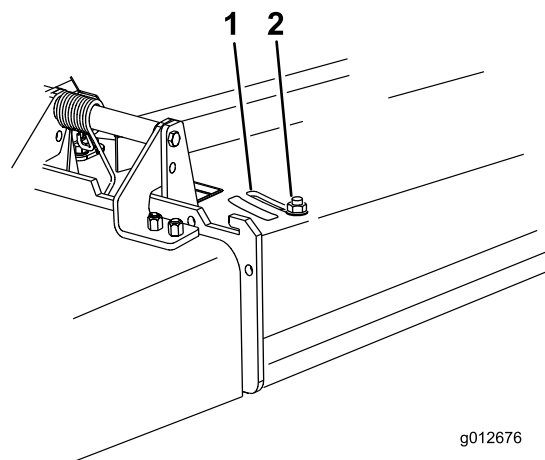

Figura 20
- Para ajustar el deflector, afloje la tuerca (Figura 20).